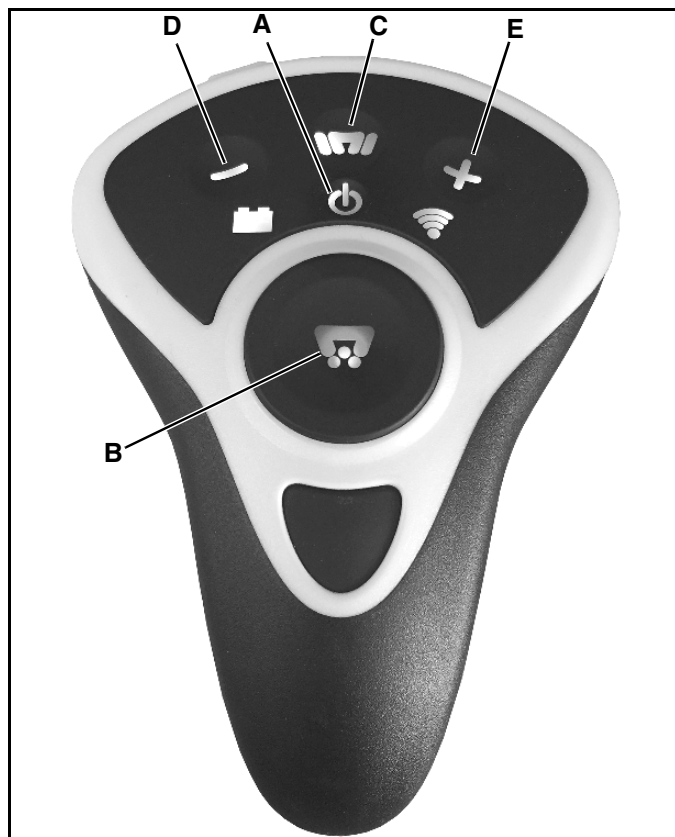

Abb. 1-19
1. Die mittlere Taste direkt über der großen mittleren Taste (Abb. 1-19, A) ist die Ein-/Aus-Taste. Drücken und halten Sie die Ein-/Aus-Taste 3 Sekunden lang, um die Steuerung einzuschalten. Um die Steuerung auszuschalten, halten Sie die Ein-/Aus-Taste gedrückt, bis die Hintergrundbeleuchtung ausgeht.
2. Die große Taste in der Mitte der Steuerung (Abb. 1-19, B) ist die Ein-/Aus-Taste für den Rotormotor. Um den Rotorstreuermotor zu starten oder zu stoppen, drücken Sie die Taste bzw. lassen Sie sie los. Wenn der Motor läuft, geht die Lampe hinter der Taste (Salzlampe) an. Die Lampe blinkt langsam in der Drehzahlstufe 1.
3. Die Taste in der oberen Reihe, Mitte (Abb. 1-19, C) ist die Rüttlertaste. Solange diese Taste gedrückt gehalten wird, ist der Rüttler eingeschaltet (sofern vorhanden). Das Loslassen schaltet ihn aus.
4. Die Taste links in der oberen Reihe (Abb. 1-19, D) wird für die Drehzahlverminderung verwendet. Durch Drücken und Loslassen der Taste wird die Drehzahl des Rotorstreuermotors um eine Drehzahlstufe vermindert. Insgesamt gibt es vier Drehzahlstufen.
5. Die Taste rechts in der oberen Reihe (Abb. 1-19, E) wird für die Drehzahlerhöhung verwendet. Durch Drücken und Loslassen der Taste wird die Drehzahl des Rotorstreuermotors um eine Drehzahlstufe erhöht. Insgesamt gibt es vier Drehzahlstufen.